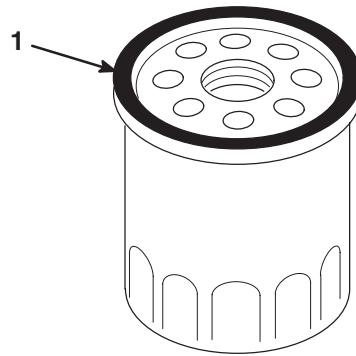

Bild 40
7. Schmieren Sie mit dem Finger etwas Öl auf die Dichtung am neuen Filter (Bild 40).